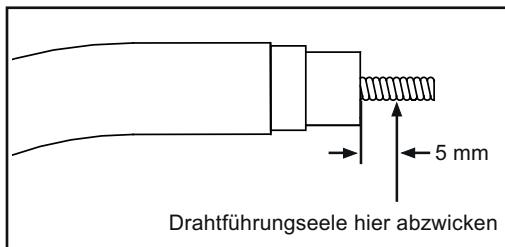

Abb.3
- 5** Seele am Pistolenkörperende mit einer Zugabe von 5 mm abzwicken (Abb. 3). Innen-durchmesser nicht verkleinern!